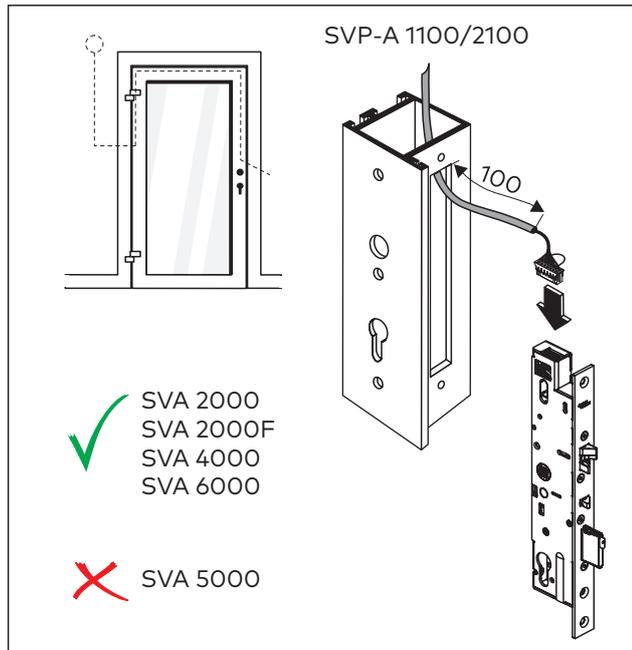

Abb. 16 Kabel anschließen
1. Das Kabel anschließen (Abb. 16).